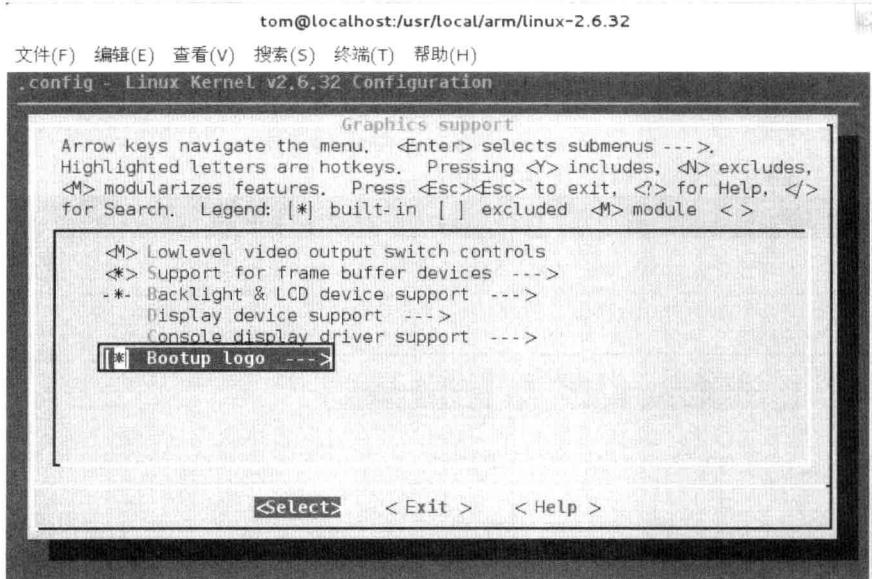

图 6.12 步骤 5
(5) 增加开机 LOGO，让系统开机时在 LCD 屏上显示一个小企鹅的图片。在步骤 (3) 中同时选择 Bootup logo 选项，如图 6.12 所示。